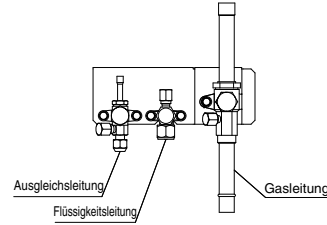

Abb. 7-2
- (6) Die Wartungsventile für die Gas- und Flüssigkeitsleitungen sind geöffnet. Wenn dies nicht der Fall ist, müssen sie nun geöffnet werden. (Abb. 7-2)
- (7) Der Kunde sollte beim Probelauf dabei sein. Erläutern Sie dem Kunden den Inhalt der Bedienungsanleitung, und lassen Sie dann den Kunden die Anlage bedienen.
- (8) Unbedingt die Bedienungsanleitung und die Garantiekarte dem Kunden übergeben.
- (9) Beim Auswechseln der Steuer-Leiterplatte sich vergewissern, dass die gleichen Einstellungen wie bei der vorherigen Leiterplatte nun auf das Neuteil übertragen werden.